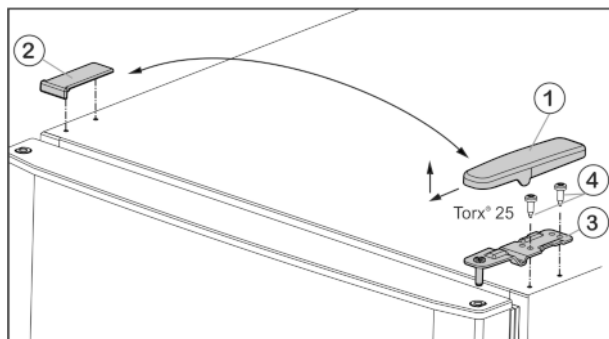

Fig. 6
- ▶ Előre és felfele húzza le a fedelet Fig. 6 (1).
- ▶ Emelje le a fedelet Fig. 6 (2).
- ▶ Csavarozza le a felső csapágybakot Fig. 6 (3) (2 db Torx® 25) Fig. 6 (4), és felfele húzza le.
- ▶ A felső csapágycsavarokat Fig. 6 (3) helyezze a csuklópánt új oldalán az ajtóba.
- ▶ A felső csapágycsavarokat **erősen (4 Nm-es nyomatékkal)** csavarozza fel – (2 db Torx® 25) Fig. 6 (4). Esetleg használjon akkus csavarhúzó.
- ▶ A fedelet Fig. 6 (1) kívülről helyezze fel az ellenkező oldalra és pattintsa be.
- ▶ A fedelet Fig. 6 (2) mindig felülről helyezze fel az ellenkező oldalra és pattintsa be.